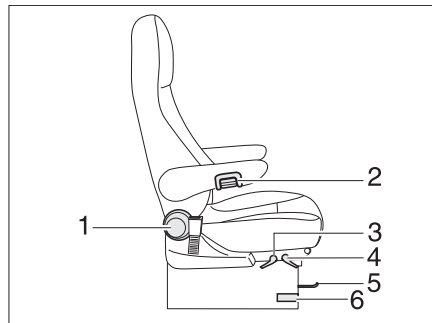

Bild 86 Förar- och passagerarstol
- Tryck och drag spaken (Bild 86,6) för att svänga stolen. Stolen lossas från låst läge.